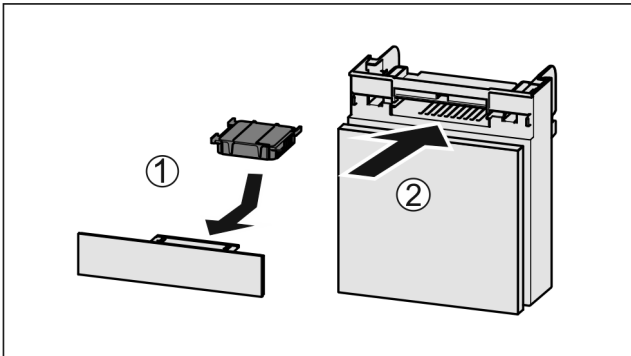

Fig. 153
- ▶ Vložte aktívny uhlíkový filter podľa obrázka Fig. 153 (1).
- ▶ Zasuňte zásuvku Fig. 153 (2).